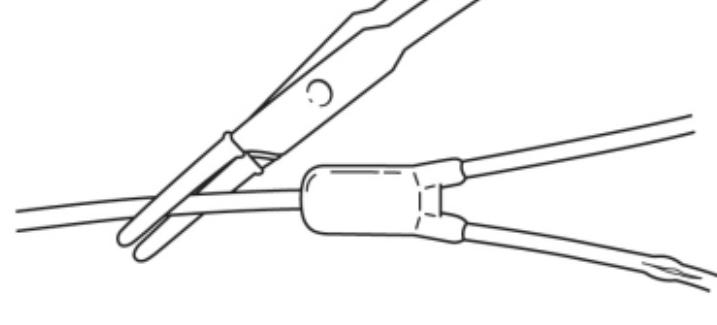

Fig. 10
1. Området klargøres. Kateteret afklemmes grundigt med en gummibeklædt tang distalt i forhold til Y-manifolden (fig. 10).